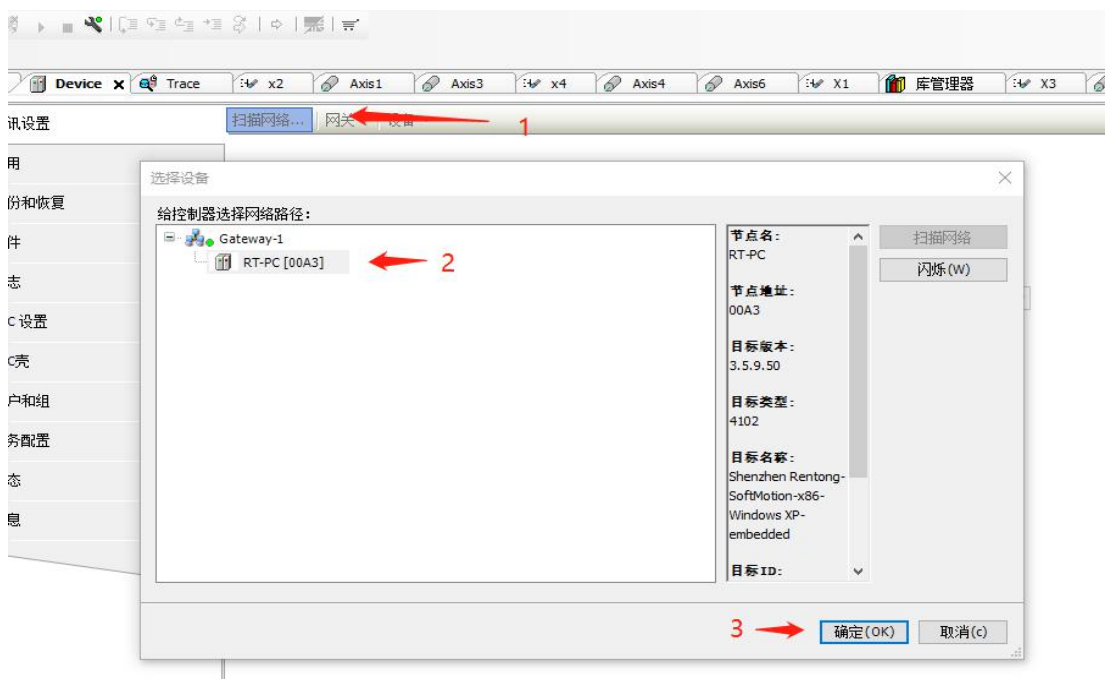

图 2-6-17 CodeSys 工程选择对应的 RTE
13、点击“Dvice”，再点击“扫描网络”，然后选择正确的 RTE 设备名（与 RTE 注册时更改的设备名一致），然后点击“确认”，如图 2-6-17；